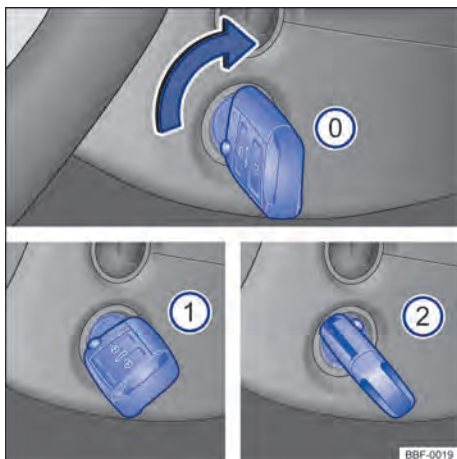

Fig. 90 Al lado del volante de la dirección, a la derecha: posiciones de la llave del vehículo en la cerradura de encendido.
Posiciones de la llave del vehículo → **fig. 90**
- ❶ Encendido desconectado. La llave del vehículo puede ser retirada.
- ❷ Encendido conectado.
- ❸ Pise el pedal del freno (*vehículos con transmisión automática*), o el pedal del embrague (*vehículos con transmisión manual*) y encienda el motor. Cuando el motor arranque, suelte la llave del encendido. Al soltar, la llave del vehículo vuelve a la posición → **fig. 90** ❶.
- *Vehículos con cerradura de encendido*: girar la llave del vehículo a la posición → fig. 90 ①. El encendido está conectado.
- *Vehículos con cerradura de encendido*: gire la llave del vehículo en la tumbor de ignición hacia la posición → fig. 90 ② – no acelerar. Cuando el motor comience a funcionar, soltar la llave del vehículo en la cerradura de encendido.
- *Vehículos con cerradura de encendido*: girar la llave del vehículo en la cerradura de encendido a la posición → fig. 90 .